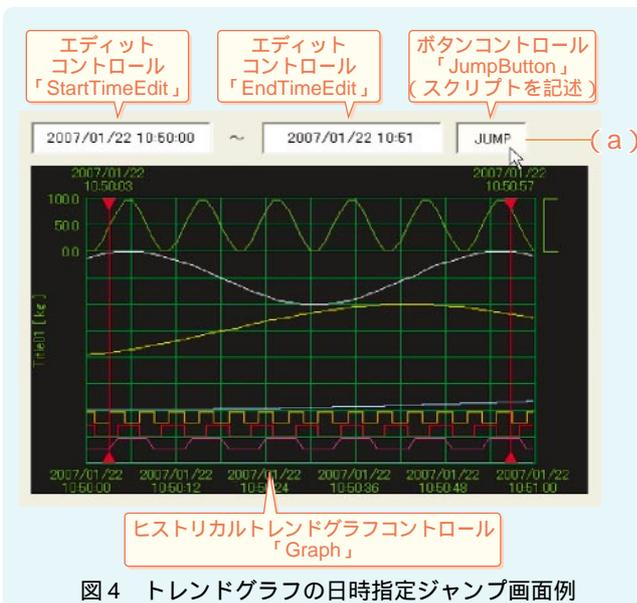

図4 トレンドグラフの日時指定ジャンプ画面例
【例2】トレンドグラフの日時指定ジャンプ(図4)
「JUMP」ボタンをクリックすると(図4(a))、トレンドグラフの表示範囲を2つのエディットコントロールで入力した範囲に切り替えるスク립トを示します。
**A** MsysNetシステムの公衆回線テレメータの使用をご提案します。システム構成は図4に示すとおりです。このシステムはNTT一般公衆回線に対応したテレメータシステムですが、内線電話がNTTの公衆回線に準拠していれば内線電話でも使用できます。